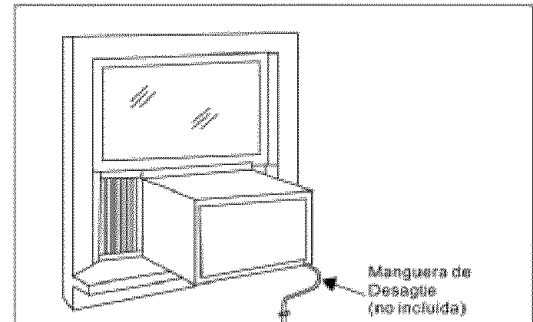

Fig. 14
C. En zonas de mucha humedad, es posible que la descarga de agua haga que la unidad desborde o que el aire acondicionado haga más ruido. Si esto sucede, puede acoplar una manguera de desague (no incluida) al tapón de drenaje para que las condensaciones se descarguen bien. Vea la (Fig. 14).